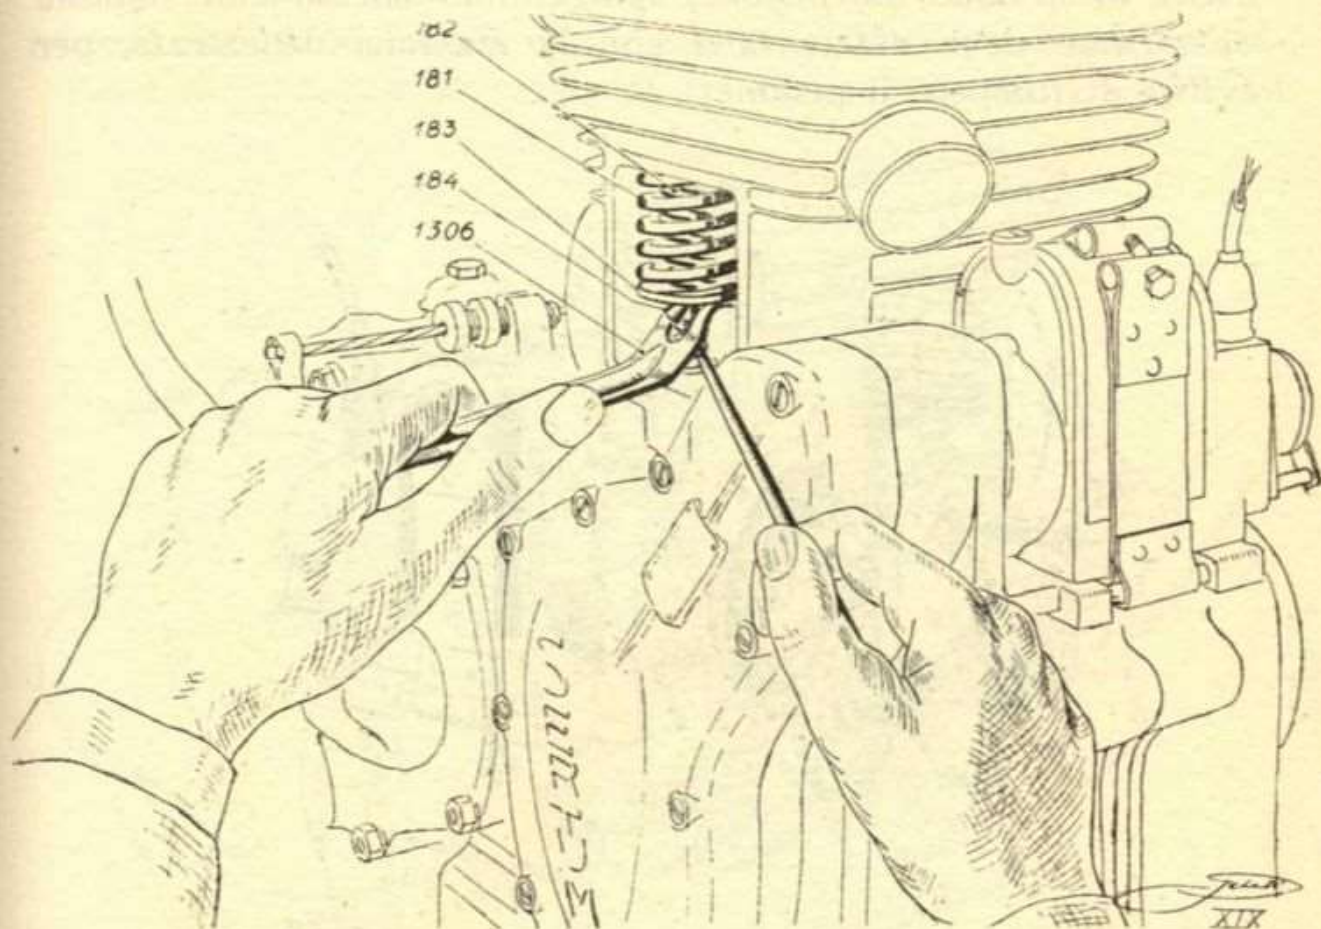

Fig. 5 - Smontaggio delle valvole
5) - Smontaggio delle valvole (fig. 5)